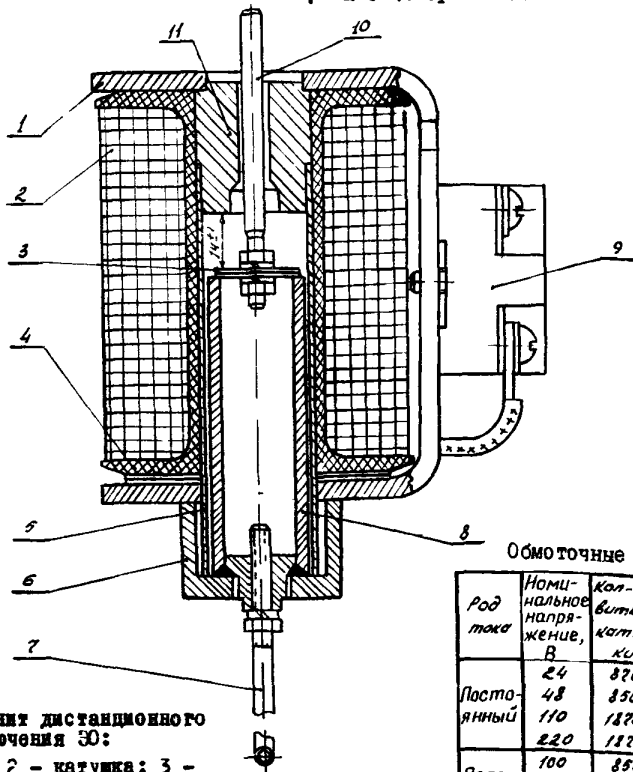
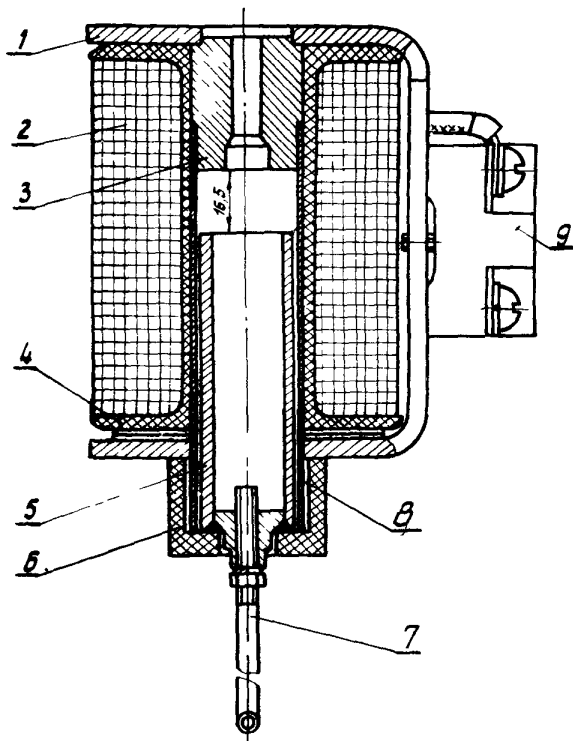

Рис.26. Электромагнит дистанционного отключения ЭО:
Рис.27. Электромагнит дистанционного включения:
20.1. Проверить легкость хода сердечников 8 (рис.26) и 5 (рис.27) и штока 10 (см.рис.26). Заедания не допускаются.
20.2. Проверить величину хода указанных сердечников до контрольных полюсов II (см.рис.26) и 3 (см.рис.27).
20.3. Отсоединить тяги 7 (см.рис.26), ослабить гайки и вывинчиванием или вывинчиванием тяги в сердечнике 8 отрегулировать ход сердечника. После регулировки тяги застопорить гайками. При необходимости (после измерений параметров катушки) замену катушки 2 на электромагните отключения произвести согласно переходам 4-5.
магнита включения производятся аналогично переходам 3-5 согласно рис.27.